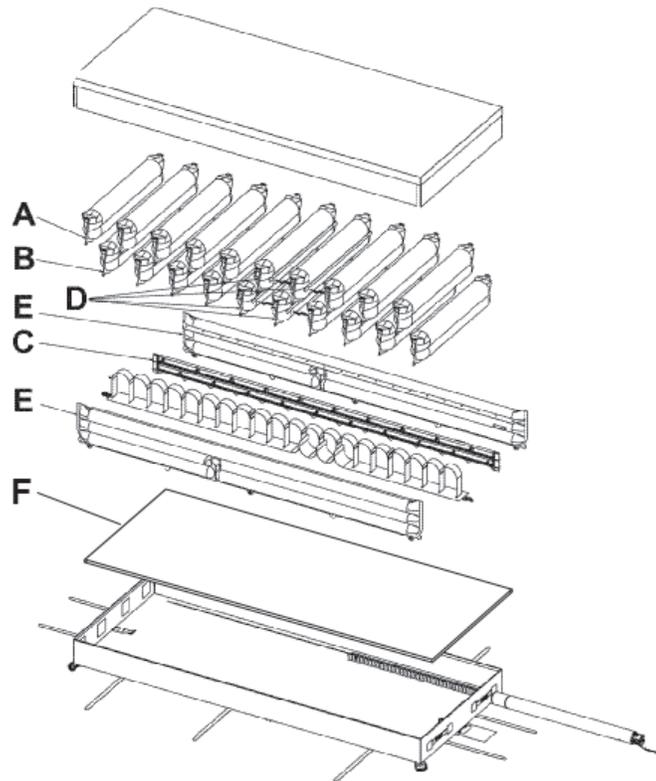

Figure 1 – Cellules d'air
La surface de support est construite avec des rangées de cellules d'air reliées à deux conduites d'air différentes (C). Les cellules d'air des rangées impaires (A) sont connectées à la conduite d'air A et les cellules des rangées paires (B) sont connectées à la conduite d'air B (Figure 1).
Lorsque l'AST est activée, des capteurs situés dans la région sacrée (D) de la surface de support aident à contrôler l'immersion du patient (Figure 1).
Les traversins latéraux à gauche et à droite (E) fournissent un support extérieur au patient. Cela permet de maintenir le patient en toute sécurité sur la surface de support (Figure 1).